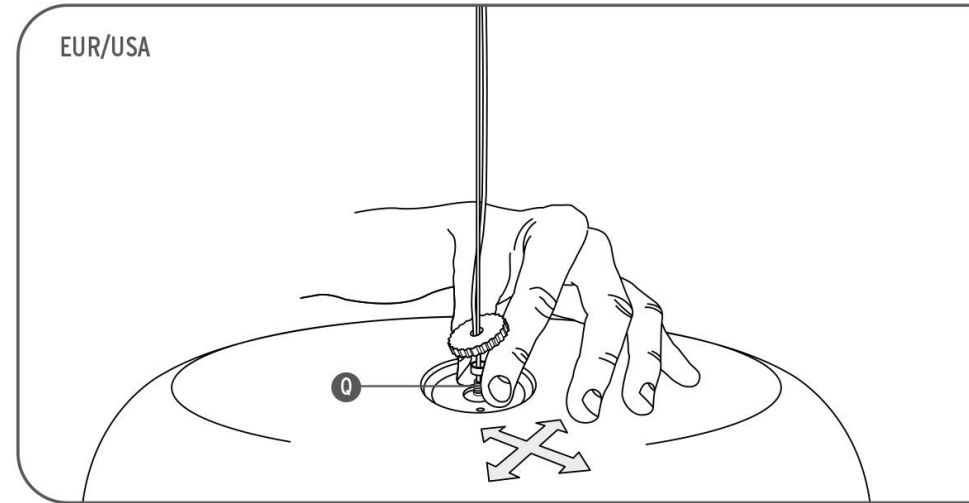

Fig. 11
- <IT> Fig.11 Per effettuare la regolazione della planarità orizzontale dell'apparecchio agire sul perno (Q) come indicato in figura.
- <GB> Fig.11 To regulate the horizontal flatness of the apparatus adjust the pin (Q) as shown in the figure.
- <DE> Abb.11 Um die Einstellung der horizontalen Ausrichtungsebene des Apparates durchzuführen, benützt man den Stift (Q), wie auf der Abbildung gezeigt wird.
- <FR> Fig.11 Pour régler la planarité horizontale de l'appareil, agir sur la cheville (Q) comme indiqué sur la figure.
- <ES> Fig.11 Para efectuar la regulación de la planeidad horizontal del aparato, actúe sobre el perno (Q) como se indica en la figura.
- <PT> Fig.11 Para efectuar a regulação da planicidade horizontal do aparelho mexer no pino (Q) como indicado in figura.
- <RUS> Рис.11 Для регулировки горизонтальной плоскости устройства воздействовать на штырь (Q) в соответствии с рисунком.
- <J> 図.11 図に示すようにピン(Q)を調整して、照明器具が水平になるよう調節します。